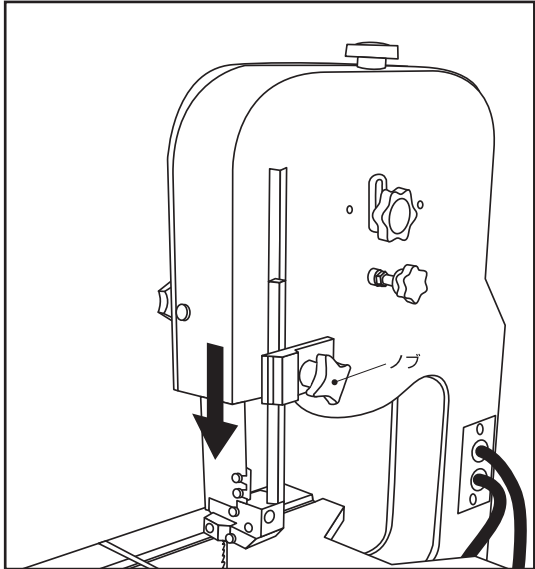

図10
- 2.テーブルに材料を置き、ノブA（図10）をゆるめて上部ブレードガイドアセンブリを材料表面に近づけてください。材料表面から2～3mmの高さまで下げてください。